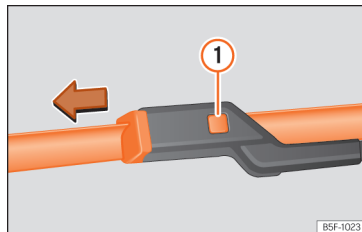

Fig. 43 Sostituzione delle spazzole dei tergicristalli.
- Mantenere premuto il tasto di sblocco » fig. 43 ❶ tirando leggermente la spazzola nel senso della freccia.